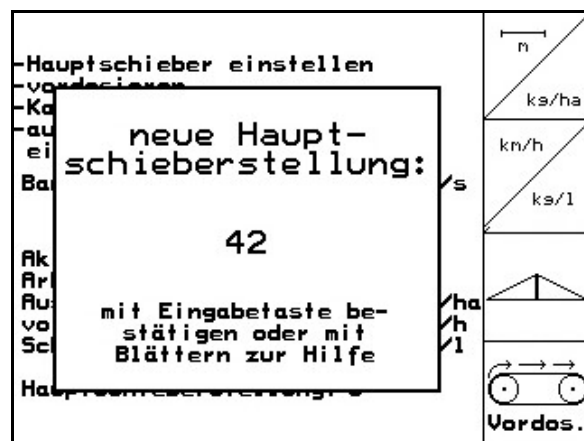

Рис. 27
- Появится индикация установленного значения новой предустановки основной заслонки (Рис. 27).